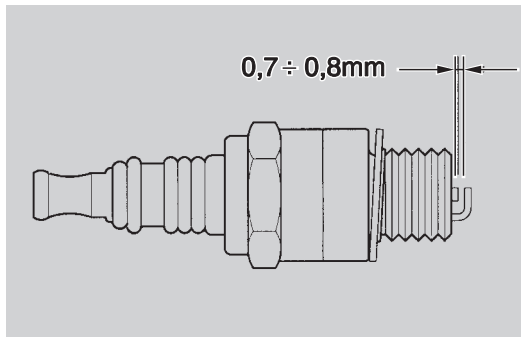

Abb. 51
- Elektrodenabstand (Abb. 51) mit einem Dickenmesser prüfen. Der Abstand sollte **0,7 ÷ 0,8** mm betragen, ggf. kann man versuchen die Masseelektrode vorsichtig zu biegen, um den notwendigen Abstand wieder herzustellen.